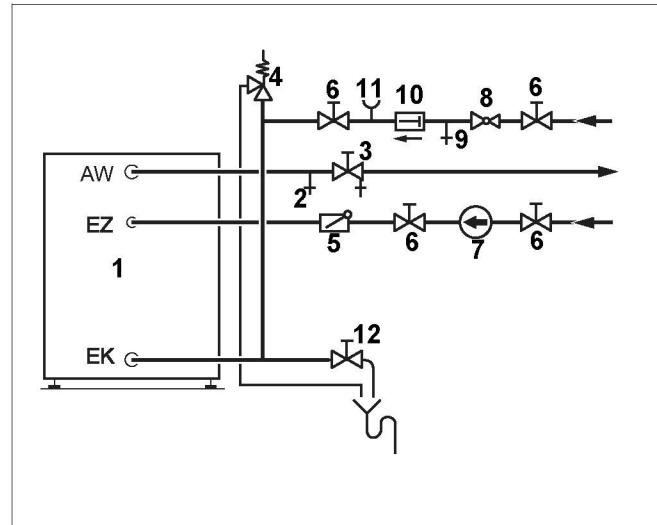

Рис. 6 Монтаж по DIN 1988 (принципиальная схема)
- Слить воду из бака-водонагревателя. Перекрыть запорный вентиль входа холодной воды ЕК и открыть сливной кран EL (рис. 6, стр. 10). Для продувки открыть вентиль продувки и выпуска воздуха или наиболее высоко расположенный водоразборный кран.